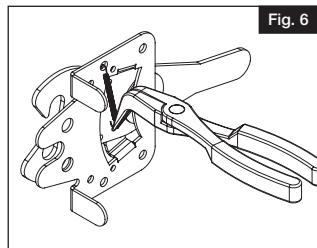

Fig. 6
- b. Retirer avec précaution le ressort de la plaque de poteau et balancer le bras avec une petite pince à bec en s'assurant de ne pas plier ou briser les extrémités du ressort (Fig. 6).